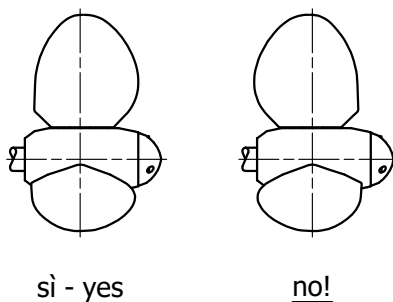

fig. 3
- b. In posizione di bandiera le pale devono essere perfettamente allineate ed orientate come in fig. 3.